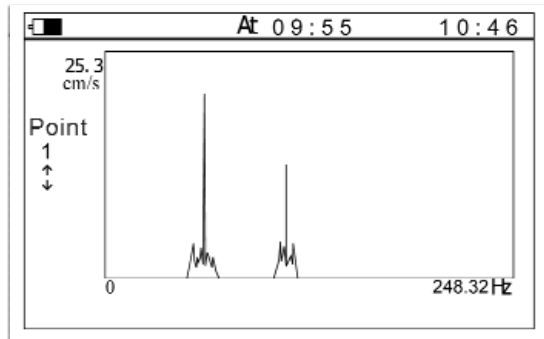
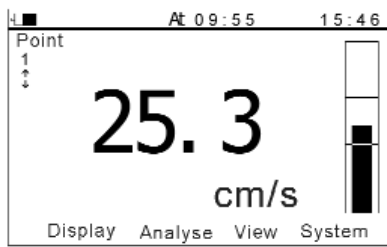
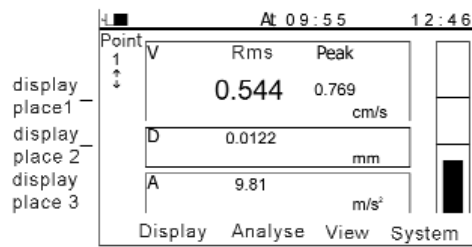

Bild 5-2
Bild 5-8 Geschwindigkeit-Normal
Bild 5-9 Geschwindigkeit -Spezial
Bei Fehler-Diagnostik sollte der Benutzer diese Funktion wählen. Die Spektrum-Karte zeigt eventuell dieses an. (siehe Bild 5-2)
- Grenzwerte: Wenn die Grenzwerte eingestellt sind, kann das Gerät den Statusbar anzeigen um einfach den Status des zu testenden Objektes zu überprüfen. Sobald sich der Testwert unter dem Grenzwert befindet, erfolgt die Aufforderung in die Diagnose zu gehen (siehe Bild 5-2).
3 unterschiedliche Display-Anzeigen: Normaler-Modus (siehe Table 5-1, Bild 5-8), Spezial-Modus (Table 5-2, Bild 5-9) und Spektrum-Modus (Bild 5-2).